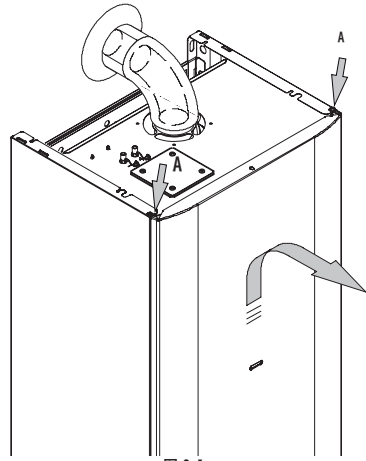

图 8.1
- 取下螺丝 A。向上推动前面板，将其从下挂钩中松开（图 8.1），从而拆下前面板。